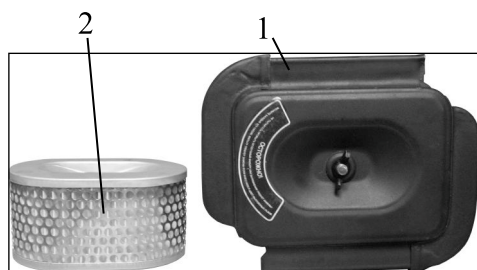

рис. 3
6.3.1 Демонтируйте крышку **1** (рис.3). При отделении крышки от корпуса не повредите уплотнение. Снимите фильтрующий элемент **2** (рис.3). Убедитесь в чистоте и целостности фильтрующего элемента. При необходимости установите новый фильтр. Воздушный фильтр следует заменять при изменении цвета выхлопных газов или неустойчивой работе двигателя, но не реже 500 часов работы.